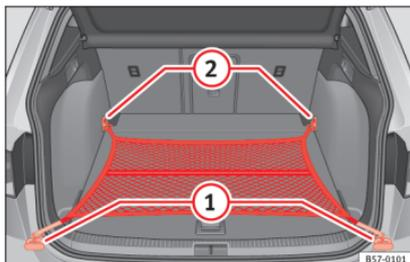

Abb. 153 Im Gepäckraum: flach eingehängtes Gepäckraumnetz.
- Heben Sie ggf. die vorderen Verzurrösen »» **Abb. 153** (2) an.
- Hängen Sie die Haken in die Verzurrösen (2) »» ⚠ ein. Der Reißverschluss des Gepäckraumnetzes muss dabei nach oben zeigen.
- Hängen Sie die Haken in die Verzurrösen (1) ein.